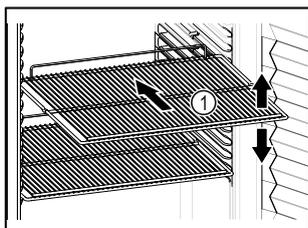

Fig. 86 Simbolična slika
- Če je odlagalna rešetka Fig. 86 (1) premična, jo prilagodite po višini.